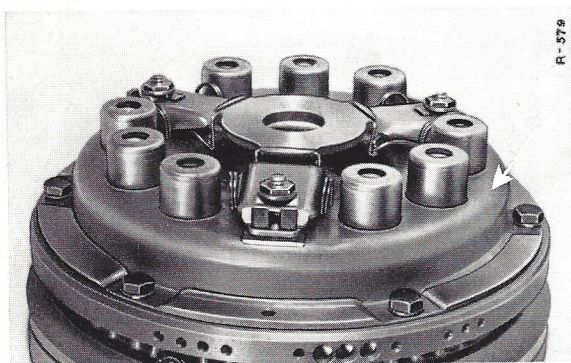

Bild 25-2/1
2. Die 6 Sechskantschrauben zur Befestigung der Kupplung gleichmäßig herausschrauben (Bild 25-2/1). Die Trennkupplung und die Mitnehmerscheibe abnehmen.